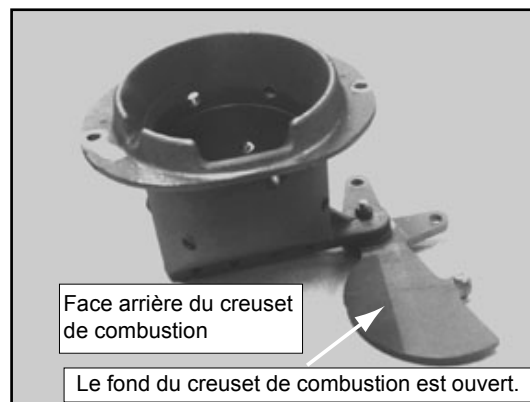

Figure 29.1 - NE LAISSEZ PAS LE FOND DU CREUSET DE COMBUSTION OUVERT
- c. fermez complètement la plaque de fond du creuset de combustion quand vous avez terminé. **Voir figure 29.1 à la page 29.**